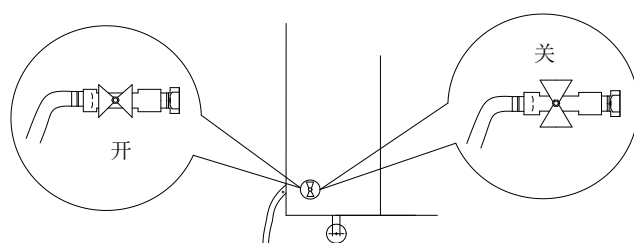

图 5 放水阀开关示意图
- 检查放水阀是否已关闭。若未关闭，请关闭之。（旋转蝶形球阀，如下图 5 所示）